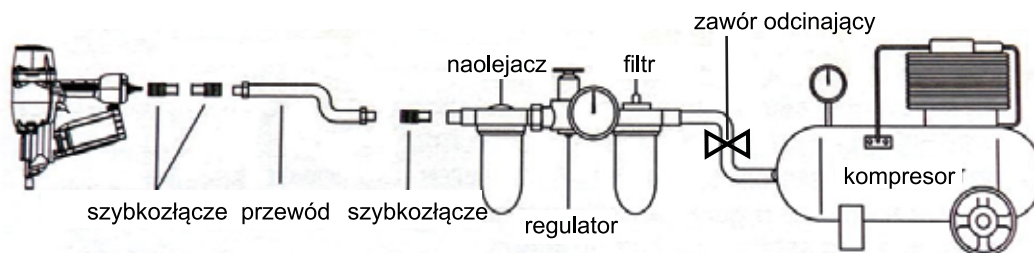

Fig 4
4. Filtr – regulator z manometrem - naolejacz są wymagane i powinny być umieszczone jak najbliżej narzędzia (zobacz Fig.4).